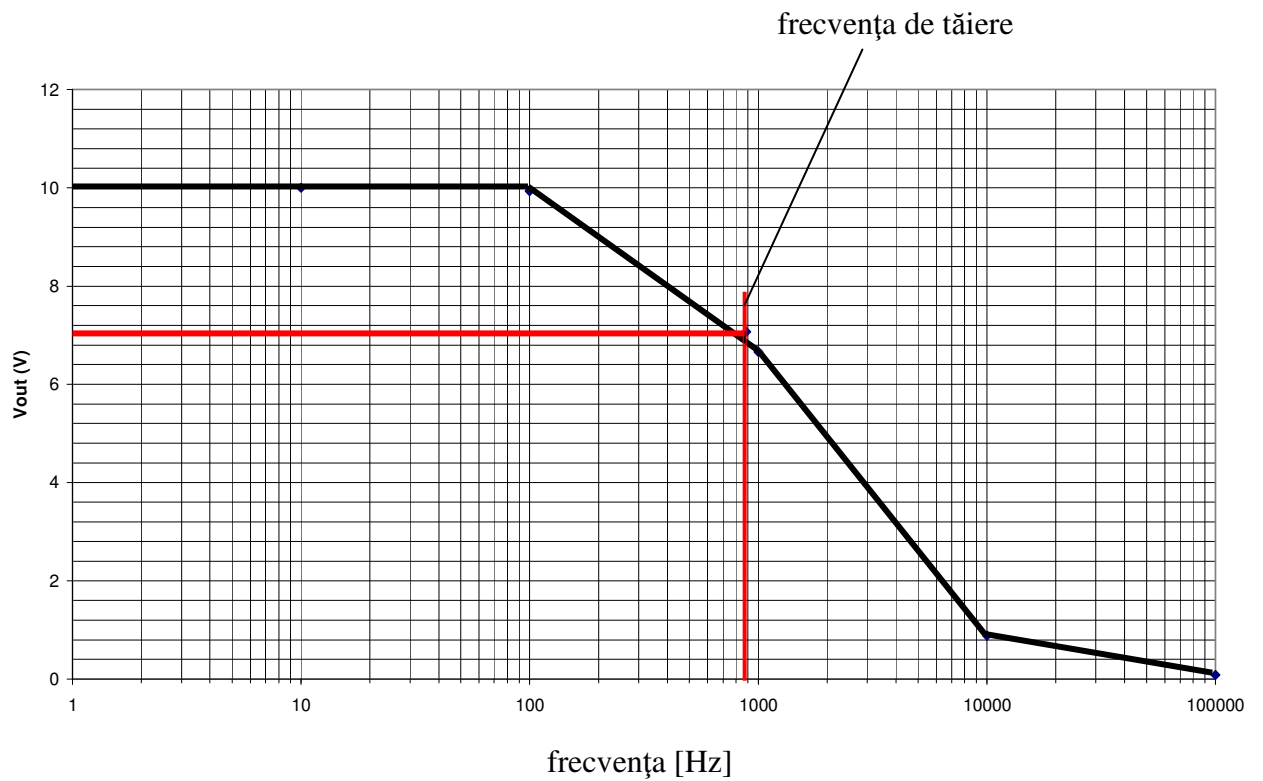

Fig.8.2
6. Graficul variației tensiunii funcție de frecvență este prezentat în fig.8.2